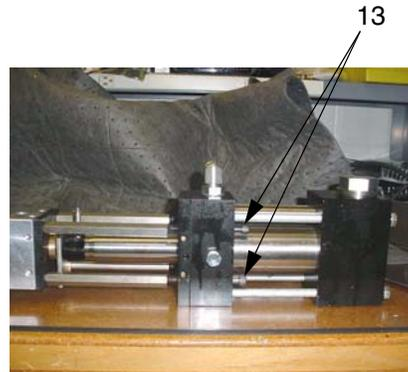

FIG. 8
13. Inserte cuatro pernos (13) en la base de la bomba y apriétela hacia el cilindro hidráulico (1) con una llave allen de 1/4" (9). Vea FIG. 8.